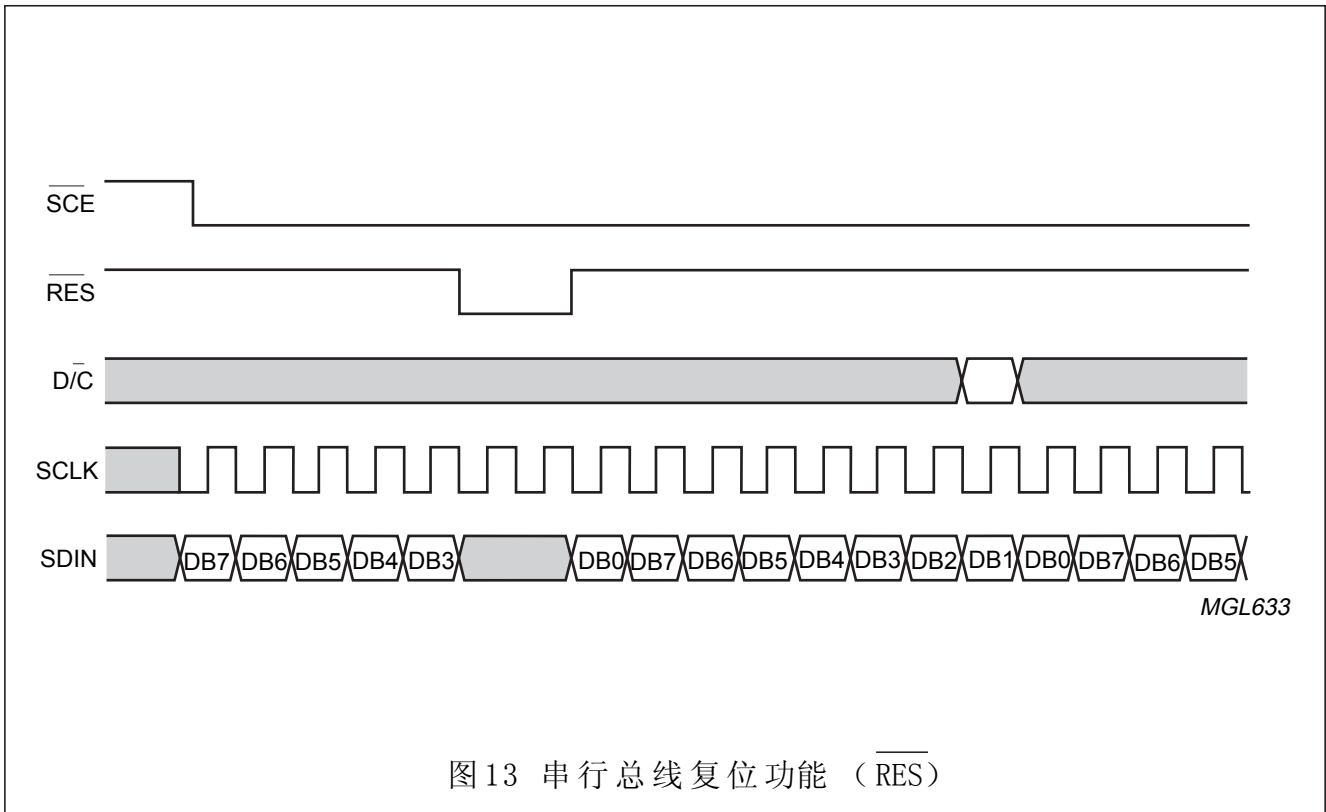

图13 串行总线复位功能 (RES)
- \overline{RES} 端的复位脉冲中断传输。数据不会写进RAM。寄存器被清除。如果在 \overline{RES} 正边缘之后 \overline{SCE} 为低，串行接口准备接收命令/数据字节的位7（见图13）。